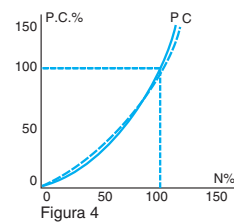

Figura 4
- coppia crescente in base al quadrato della velocità $C = kn^2$, con la potenza che varia in base al cubo della velocità (figura 4).